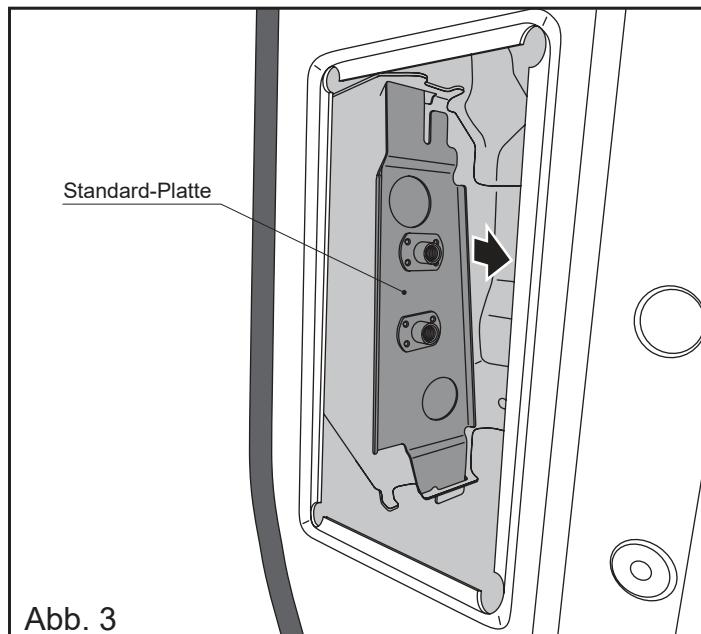

Abb. 3
4. Demontieren Sie die Standard-Platte (Abb. 3).